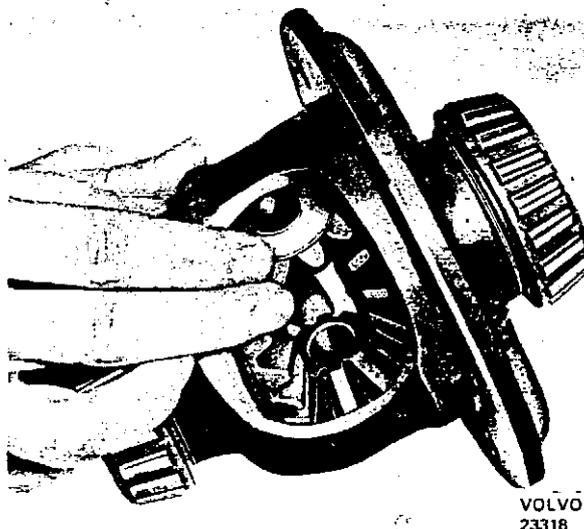

Abb. 43. Einbau der Ausgleichkegelräder
1. Hinterachswellenräder mit Druckscheiben in das Ausgleichgehäuse legen. Danach die beiden Ausgleichkegelräder mit ihren schalenförmigen Druckscheiben „einrollen“ (beide Räder gleichzeitig, siehe Abb. 43).